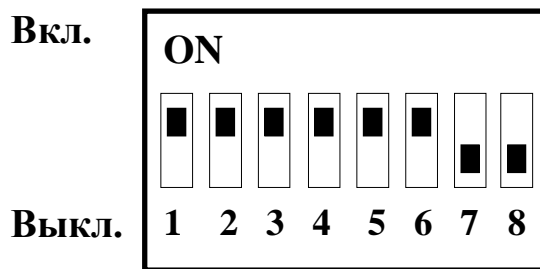

Рис. 3. Переключатель программирования
- на переключателе программирования ЦП установить движки с первого по шестой в положение "Вкл." (вверх), а движки семь и восемь в положение "Выкл." (вниз) согласно рис.3;